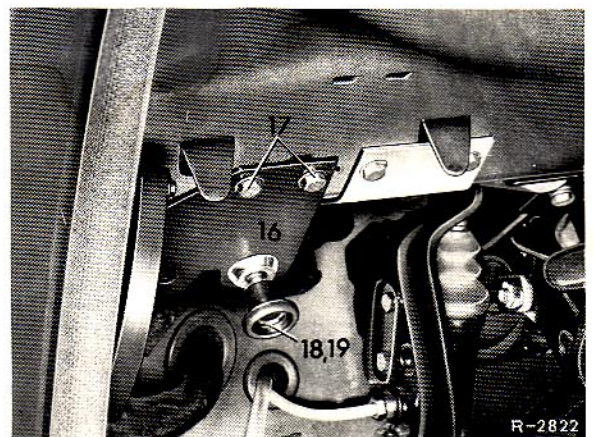

Bild 54-2/8
Bei den Rechtslenker-Typen den Halter (16) mit den Linsenblechschrauben (17) an der Querversteifung der Schalttafel anbringen (Bild 54-2/11).